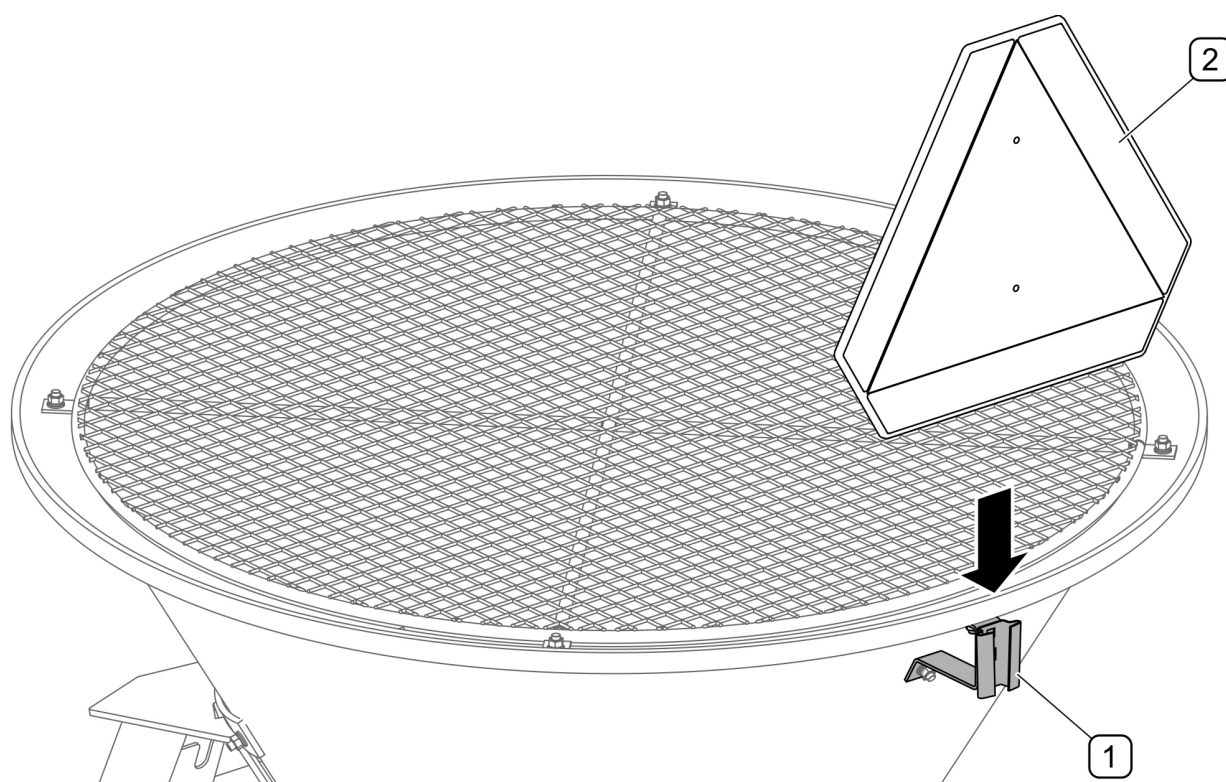

FIGURA 4.8 Soporte para tablero de marcado
- Al circular por vías públicas, se debe colocar en la parte trasera de la máquina una placa de señalización (2) para vehículos de circulación lenta (FIGURA 4.8).